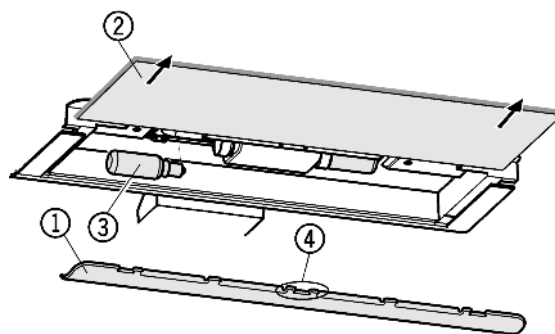

Fig. 23
- ▶ Снятие накладки Fig. 23 (1): сзади возьмитесь пальцем за накладку и снимите её с фиксатора.
- ▶ Извлеките стеклянную полку Fig. 23 (2).
- ▶ Лампу накаливания Fig. 23 (3) заменить.
- ▶ Установка накладки на место: защелкните справа и слева, следя за тем, чтобы средний крюк *Fig. 23 (4)* захватил стеклянную полку.